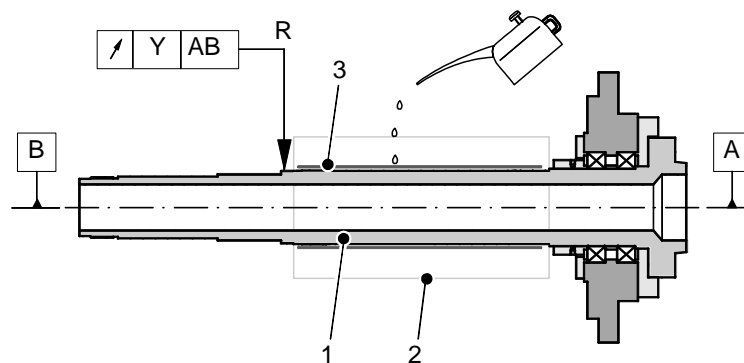

Fig. 9 Testing true-running
4. Measure and record the true-running of the spindle in the reference plane (Fig. 9, item R)!
4. Messen und protokollieren Sie den Rundlauf der Spindel an der Referenzebene (Bild 9, Pos. R)!